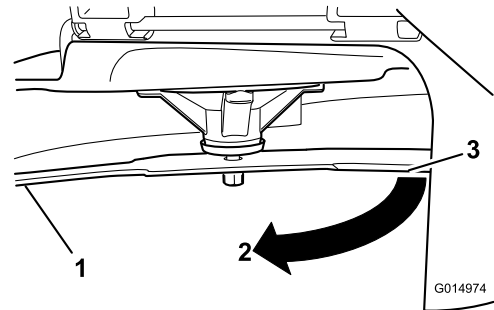

Figura 112
4. Gire la misma cuchilla 180 grados de manera que el otro extremo esté en la misma posición (Figura 112).